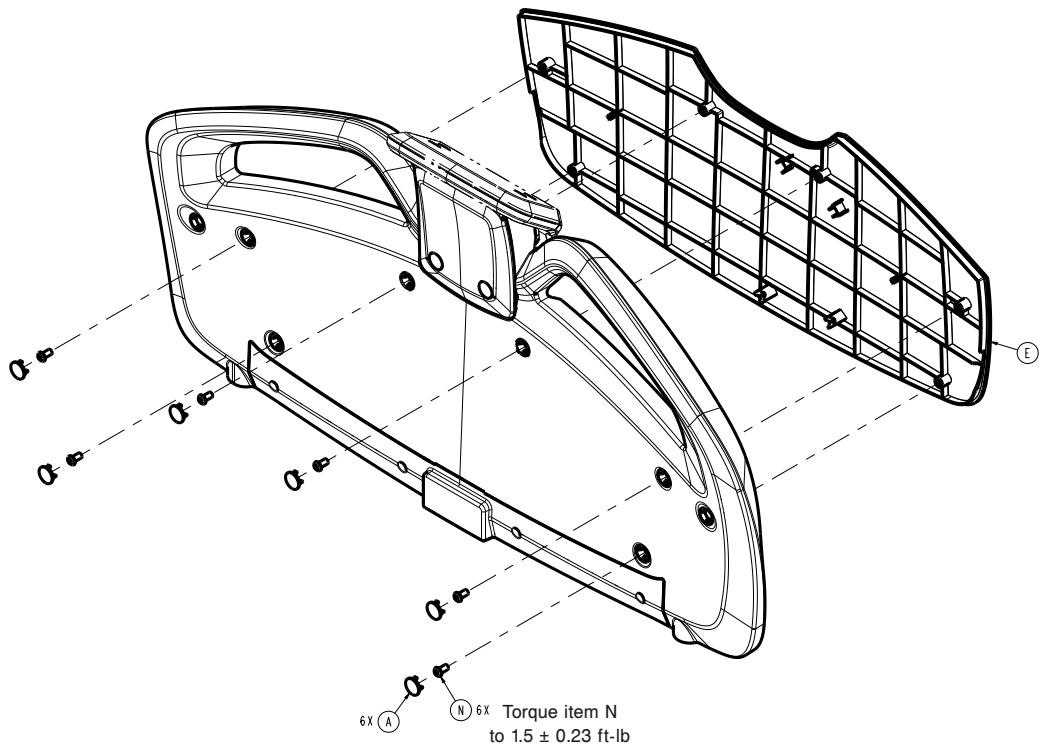

Figure 37 – Boîtier du pied du lit
5. Utiliser un outil à pointe pour retirer les six cache-vis (A) du côté arrière du pied de lit (Figure 37). Jeter les cache-vis.
- À l'aide d'une clé Torx T27, enlever les six vis (N) qui fixent le couvercle avant du pied du lit (E) au pied du lit (Figure 37). Retirer le couvercle avant du pied du lit.